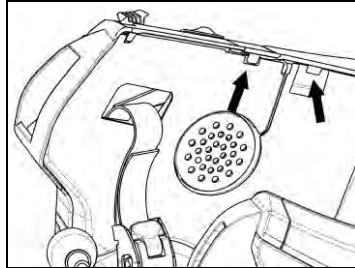

Abb. 17
- Positionieren Sie den Plastiküberzug des Wangenteils so, indem Sie ihn hinter den beiden Anschlaghaken anbringen (Abb. 17).